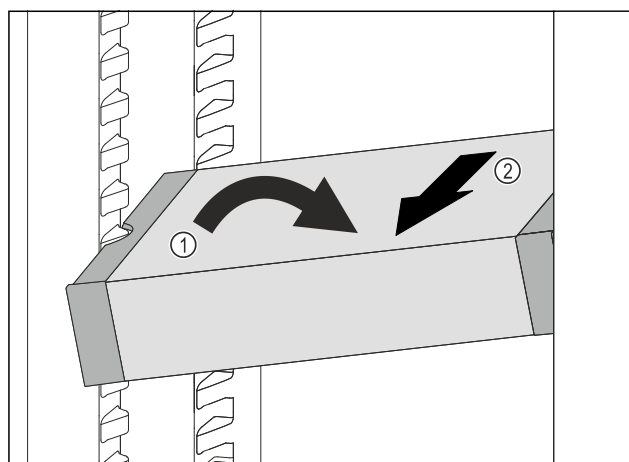

Fig. 119
- Ukosite ladicu VarioSafe u hladnjaku. Fig. 119 (1)
- Izvadite ladicu VarioSafe prema naprijed. Fig. 119 (2)